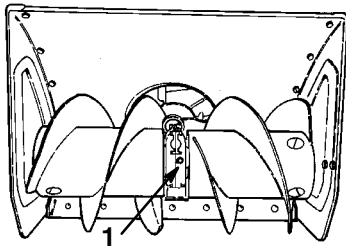

Figure 27
3. Nettoyez les abords de l'obturateur de tuyau (Fig. 27).
4. Retirez l'obturateur de tuyau de la boîte d'engrenages (Fig. 27).